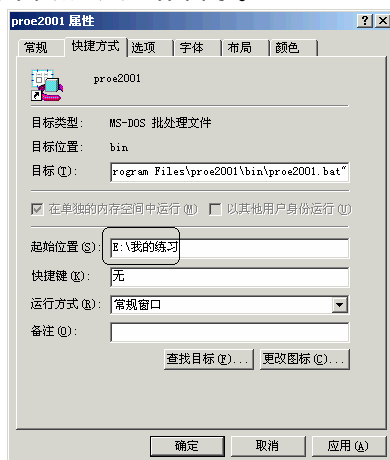

图1-7 【proe2001 属性】对话框
- (2) 启动至工作目录。右键单击桌面上的 Pro/E 快捷图标 ，选择【属性】选项，弹出【proe2001 属性】对话框，如图 1-7 所示。将【起始位置】栏设置为你的工作目录（此处为“E:\我的练习”），单击  按钮完成设置。Pro/E 2001 在每次启动后，自动进入工作目录。